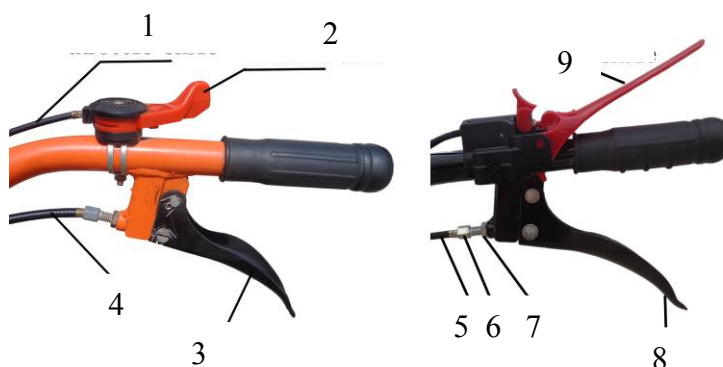

Рис. 3
2. Регулировка троса реверсного механизма (см. рис. 3 и 4)